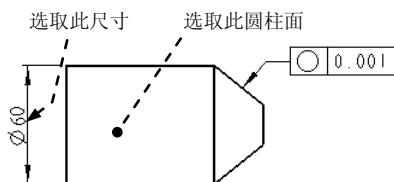

图 5.6.8 定义公差参照 (二)
Step2. 定义放置参照。选取图 5.6.8 所示曲面为公差参照，在系统 **选择多边，尺寸界线，基准点，多个轴线，曲线，顶点 或截面图元** 的提示下，选取图 5.6.8 所示的尺寸为放置位置参照。